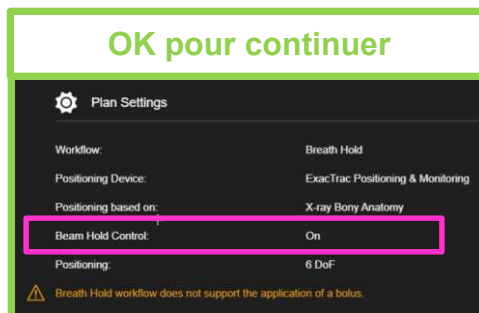

Figure 9. Vous pouvez procéder au traitement avec DIBH si le paramètre Beam Hold Control (Contrôle interruption irradi.) est activé (« On » (Marche))
2. Veillez toujours à ce que le paramètre Beam Hold Control (Contrôle interruption irradi.) soit activé (« On » (Marche)) avant de passer au traitement avec DIBH, comme indiqué sur la Figure 9 ci-dessous.